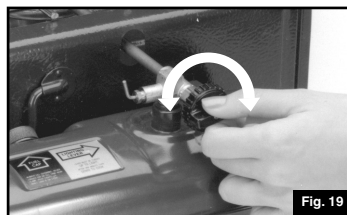

Fig. 19
■ Con la VÁLVULA DE COMBUSTIBLE, ajuste la llama al calor deseado. (Fig. 19)